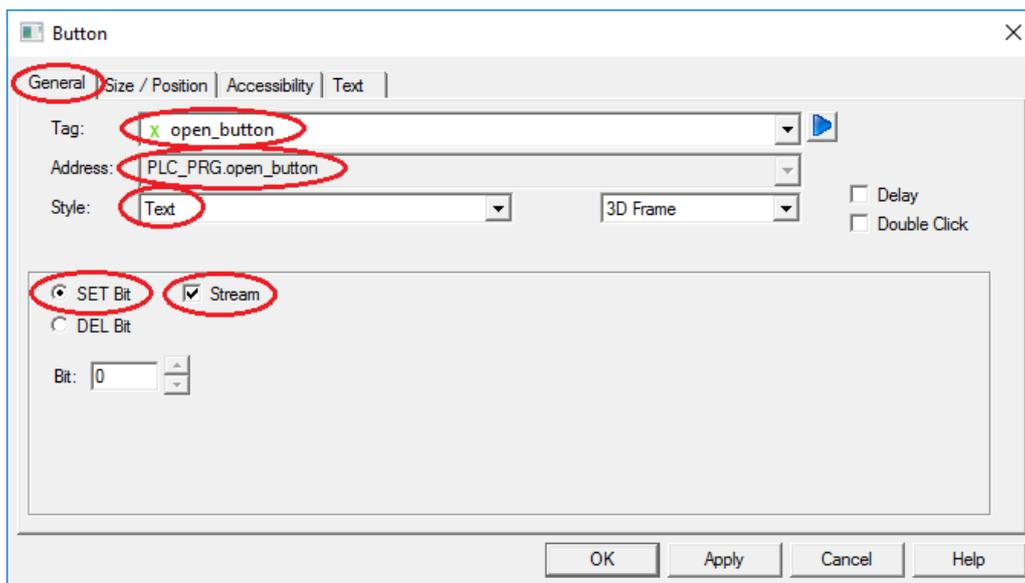

Рис. 55. Основные настройки кнопки «open_button»
8. *Настройте кнопки управления.* Для этого двойным кликом левой клавишей мыши перейдите в настройки данного графического элемента. Пример настроек для кнопки «open_button» (OPEN) приведён на рис. 55, 56.